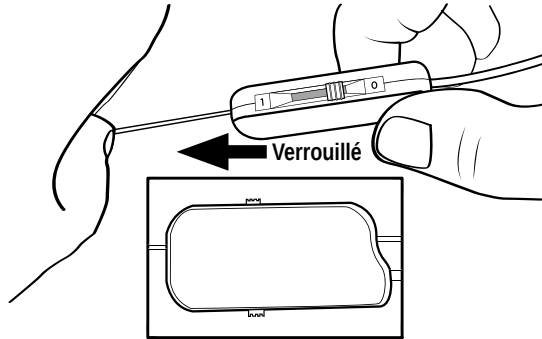

Figure 18. Fixation de la sonde DBS dans le connecteur de câble de salle d'opération à 8 contacts
5. Vérifier que le levier de verrouillage du connecteur de câble de salle d'opération est en position ouverte (0).
6. Tout en maintenant le stylet de sonde en place, faire glisser le connecteur de câble de salle d'opération sur l'extrémité proximale de la sonde DBS (Figure 18). S'assurer que la sonde DBS est bien insérée.
Remarque : le stylet de sonde s'étendra à travers l'orifice arrière du connecteur du câble de salle d'opération lorsque la sonde DBS est insérée, comme illustré dans la Figure 18.
7. Maintenir la sonde DBS en place. Faire glisser le levier de verrouillage en position verrouillée (1) (Figure 18).